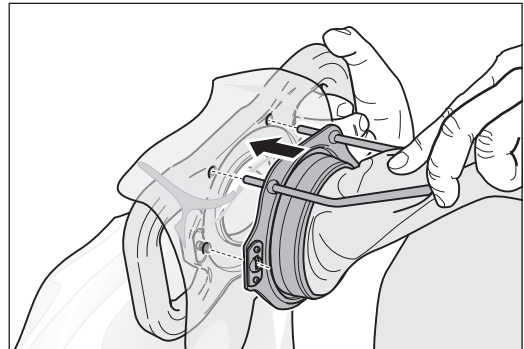

Abb. 21 Den Staubsack mit dem Halteblech in die Entleervorrichtung einführen.
- 11 Führen Sie den Staubsack mit dem Halteblech in die Entleervorrichtung ein. Achten Sie dabei auf die korrekte Position des Staubsack-Gestänges: Die Stifte müssen in die dafür vorgesehenen Öffnungen gesteckt werden (Abb. 21).
- 12 Durch leichten Druck kann das Halteblech des Staubsacks komplett in die Entleervorrichtung eingeführt werden. Die Stifte des Staubsack-Gestänges bohren sich dabei durch den Müllbeutel und sichern diesen so gegen das Verrutschen (Abb. 21).